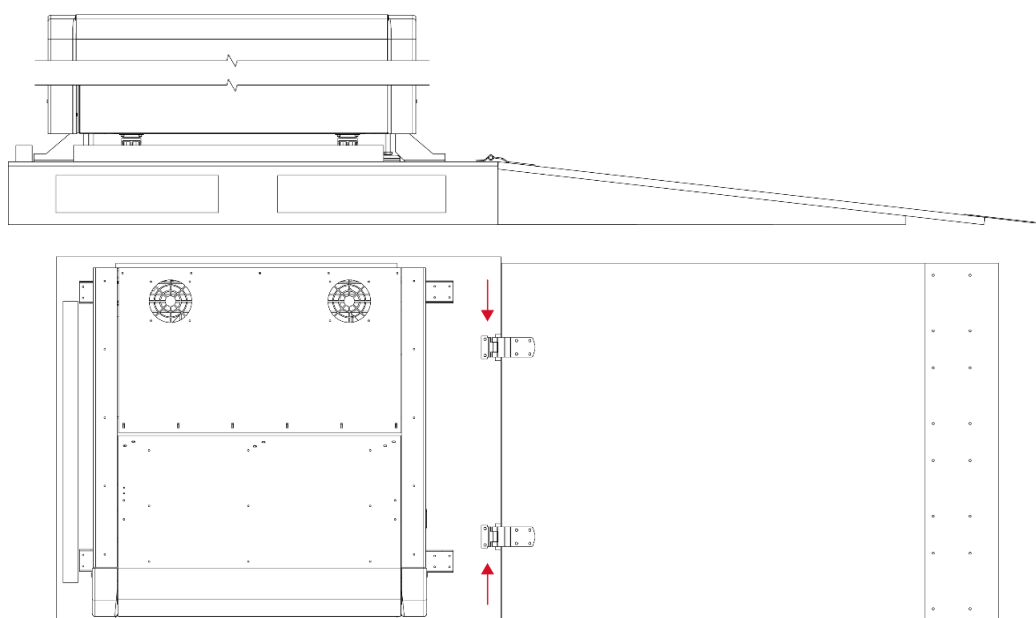

Рис. 8. Крепление рампы к поддону
7. Прикрепить к поддону рампу, сдвинув два штифта в положения, указанные на рис. 8, и зафиксировать их фиксирующим зажимом, прикрепленным к штифтам.